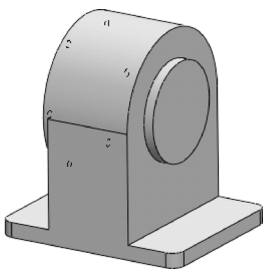

图 3-118 创建另外一侧固定孔
STEP 6 通过拉伸操作,在实体的另外一个侧面创建一直径为 80mm,拉伸深度为 8mm 的轴承孔基体,效果如图 3-118 所示。